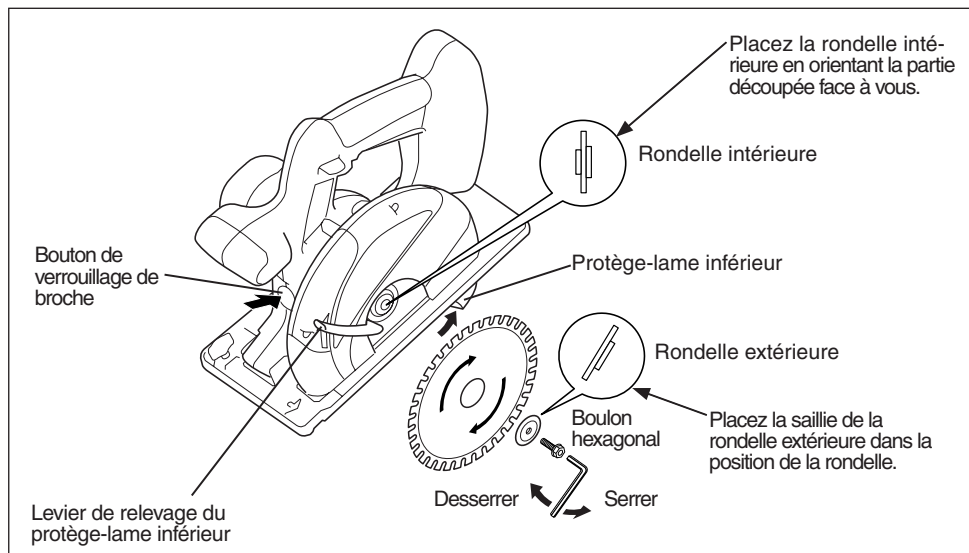

Fig. 12
4. Remonter la lame de scie en procédant de la façon illustrée sur la figure ci-dessus. (Voir la fig. 12.)